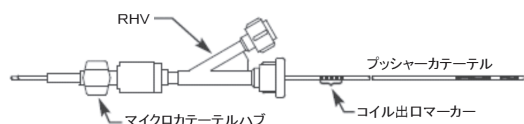

図2 プッシャーカテーテル及びコイル出口マーカ
- (6) プッシャーカテーテルの近位側の警告マーク（コイル出口マーカ）が、マイクロカテーテルのハブに取り付けられたRHVに到達するまでプッシャーカテーテルを注意して進める（図2）。